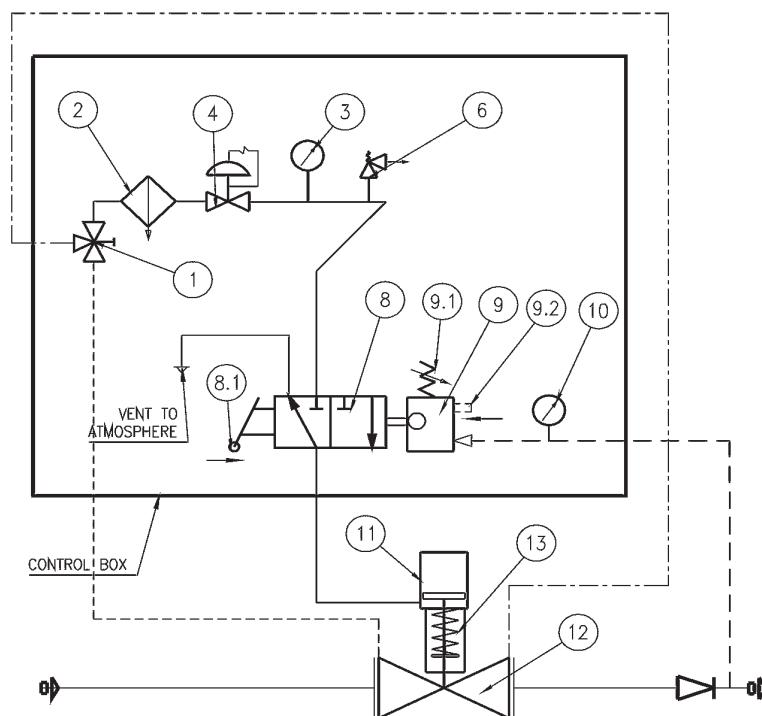

Fig. 13
4.3.1 FUNZIONAMENTO BLOCCO HB/97 (FIG.13)
4.3.1 HB/97 SLAM-SHUT OPERATION (FIG. 13)
4.3.1 FUNKTIONSBEREICHUNG SAV HB/97 (FIG.13)
4.3.1 FONCTIONNEMENT VANNE DE SÉCURITÉ HB/97 (FIG. 13)
4.3.1 FUNCIONAMIENTO (FIG. 13) BLOQUEO HB/97
4.3.1 FUNCIONAMENTO (FIG.13) BLOQUEIO HB/97